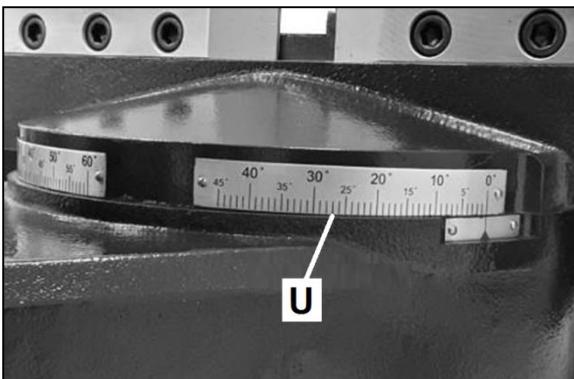

Abb. 8-2: Gehrungsskala
9. Den Sägebügel anhand der Skalenanzeige (U, Abb. 8-2) auf den gewünschten Winkel einstellen.